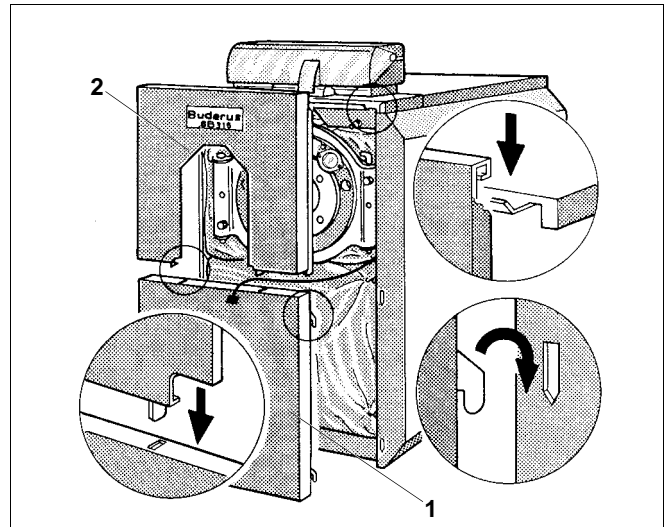

Abb. 25 Vorderwand SB315 montieren
- Untere Vorderwand (Abb. 25, **Pos. 1**) mit den abgestellten 4 Haken in die Schlitz der Seitenwandabkantung einhängen (Abb. 25).
- Die abgestellten Laschen der oberen Vorderwand (Abb. 25, **Pos. 2**) in die Schlitz der unteren Vorderwandabkantung einsetzen und oben in die Abkantung der vorderen Kesselhaube einhängen (Abb. 25).